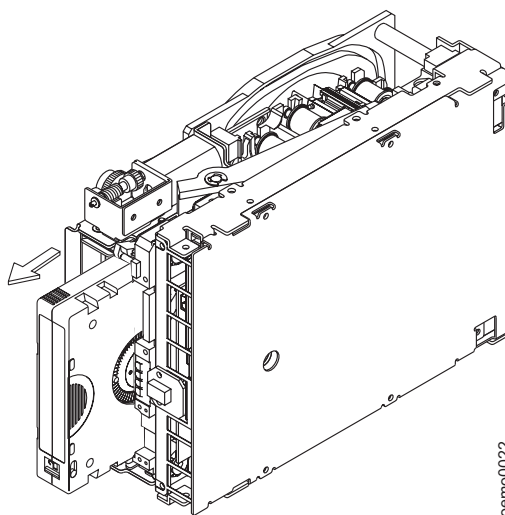

Figure 22. Rotation du pignon d'entraînement du chargeur jusqu'à ce que la cartouche s'éjecte
14. Faites tourner le pignon d'entraînement du chargeur dans le sens inverse des aiguilles d'une montre jusqu'à ce que vous sentiez une résistance et que la cartouche monte et s'éjecte (voir figure 22).